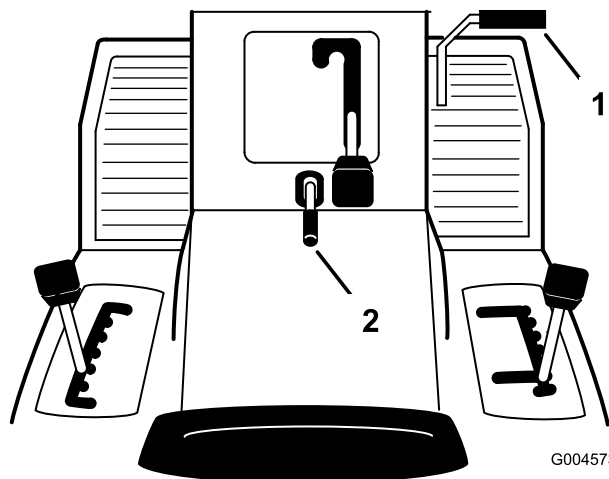

Figura 8
1. Pise a fondo el pedal de freno/embrague (Figura 8) y manténgalo en esa posición.
2. Levante la palanca del freno de estacionamiento (Figura 8) y levante poco a poco el pie del pedal de embrague/freno.
1. Pise el pedal del embrague/freno (Figura 8).